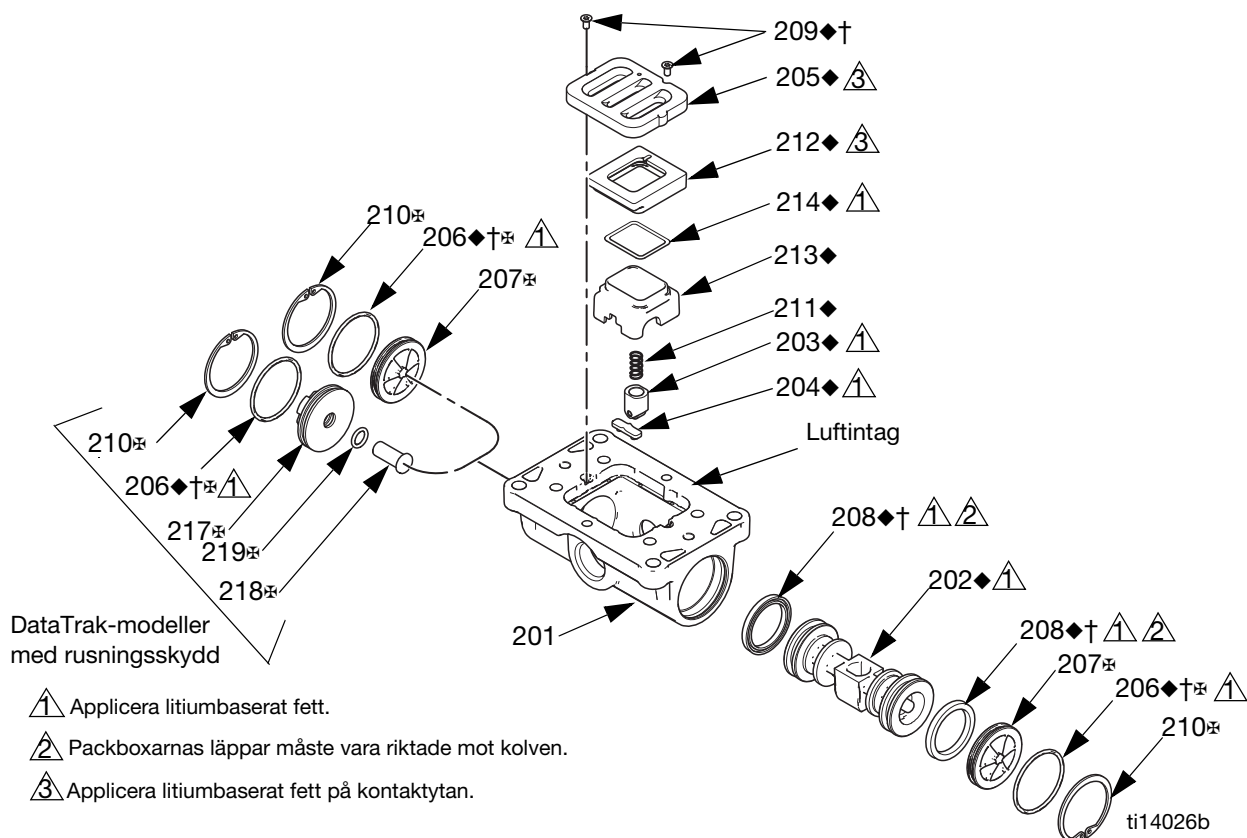

Fig. 4. Montering av luftventil
2. Se FIG. 4. Använd en torx-mejsel (T8 för mittsektioner av aluminium, T9 för mittsektioner av plast) för att ta bort två skruvar (209). Ta bort ventilplatta (205), koppenhet (212–214), fjäder (211), och hållarenhet (203).
3. Dra av koppen (213) från basen (212). Ta bort o-ring (214) från koppen.
4. Se FIG. 4. Ta bort hållarringen (210) från luftventilens båda ändrar. Använd kolven (202) och tryck ut ändlocken (207, 217) från ändarna. Ta bort ändlockens o-ringar (206). Om pumpmodellen har rusningskyddssolenoid, ska solenoidens utlösningsskruv (218) och o-ring (219) också tas bort.
5. Ta bort packboxtätningarna (208) från vardera änden av kolven (202) och ta sedan bort kolven. Ta bort hållarkammen (204) från luftventilshuset (201).